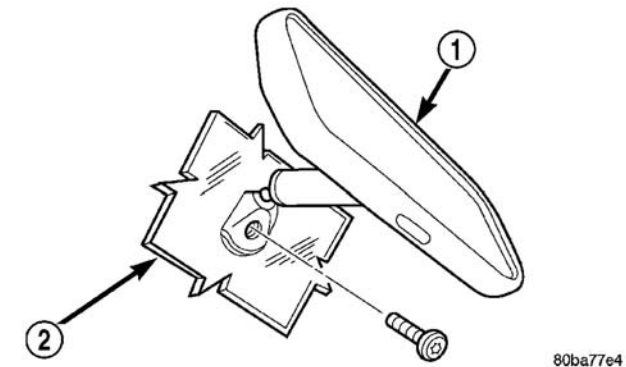

图 13 后视镜
- (2) 拧松后视镜座固定螺钉（图 13）。
- (3) 向上滑动后视镜座并离开支架。